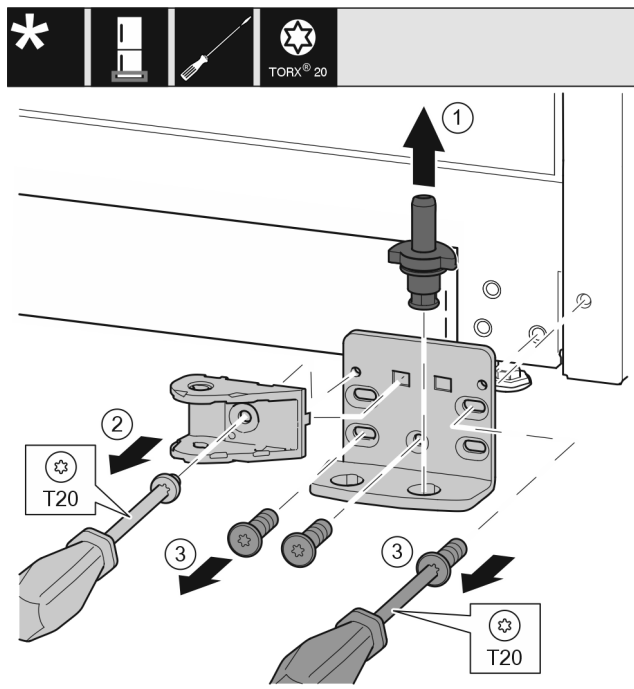

Fig. 23
- ▶ Ložiskový čap vyťahnite úplne nahor. Fig. 23 (1)
- ▶ Skrutky vyskrutkujte skrutkovačom T20 a odnímate spoj tlmíča uzatvárania. Fig. 23 (2)
- ▶ Skrutky vyskrutkujte skrutkovačom T20 a odnímate ložiskovú konzolu. Fig. 23 (3)